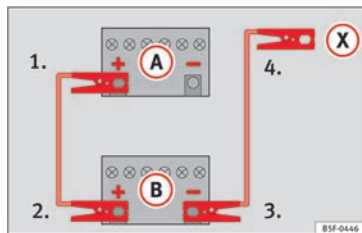

Fig. 163 Esquema de conexión para vehículos sin sistema Start-Stop.
2. Emborne un extremo del cable *rojo* de emergencia al polo positivo **+** del vehículo con la batería descargada **(A)** » **fig. 163**.
4. **En los vehículos sin sistema Start-Stop:** emborne un extremo del cable *negro* de emergencia al polo negativo **-** del vehículo que suministra la corriente **(B)** » **fig. 163**.